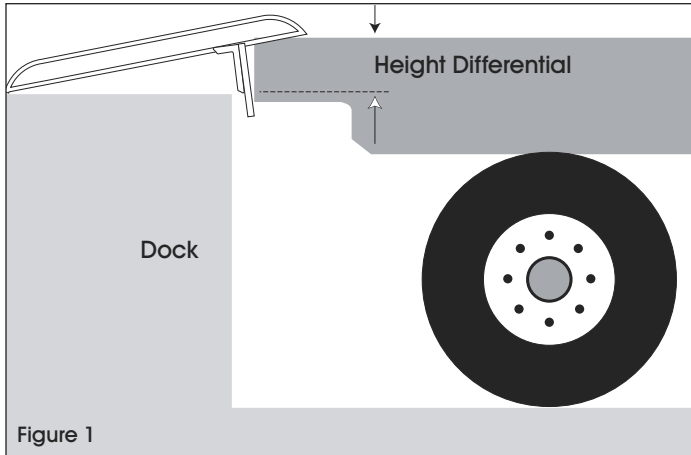

Figure 1
1. The difference in height between the dock and the truck bed. Most trailers feature a 55" truck bed height. Refrigerated trailers are usually 59". (See Figure 1)
1. La différence de hauteur entre le quai et la plateforme du camion. La plupart des remorques ont une hauteur de plateforme de 55 po. Celle des remorques frigorifiques est souvent de 59 po. (Voir Figure 1)